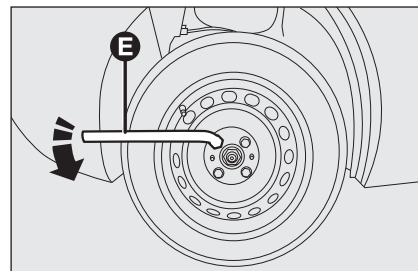

fig. 4
- ☐ aflojar una vuelta los tornillos de fijación de la rueda que se debe sustituir con la llave suministrada **E**-fig. 4;